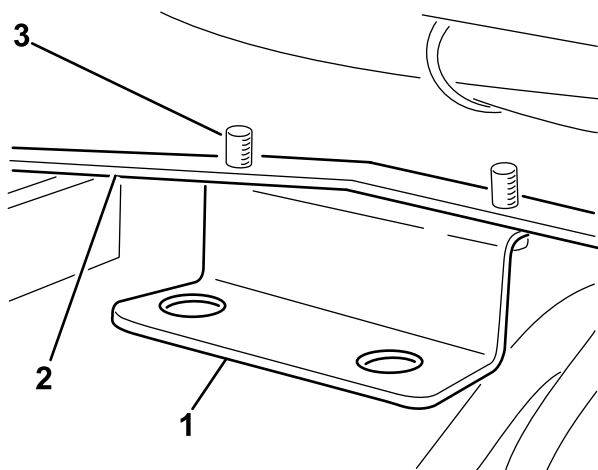

Bild 14
2. Befestigen Sie die Schlauchhalterung mit den zwei Blechschrauben (5/16" x 1/2") an der Rahmenbefestigung (Bild 14).